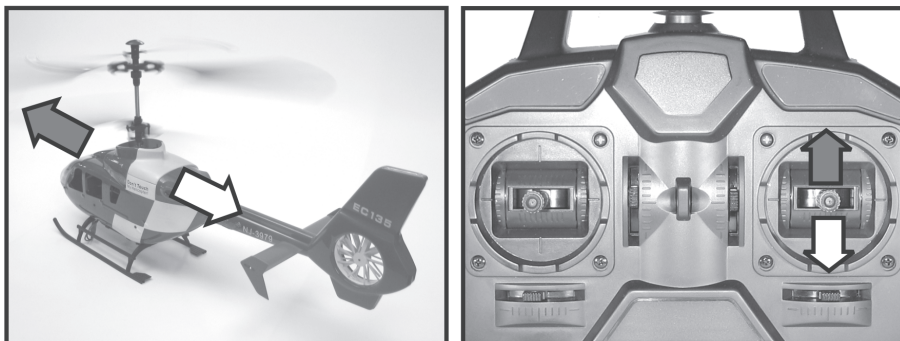

Figure 12
A l'aide de la fonction Nick vous pouvez bouger votre hélicoptère vers l'avant ou vers l'arrière (voir fig. 12). La commande s'effectue également à l'aide du levier de commande de droite (voir également fig. 1, pos. 3).